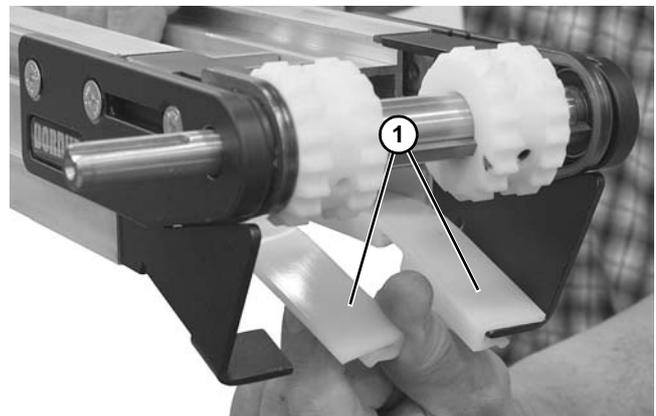

Abbildung 42
3. Untere Verschleißstreifen (Abbildung 42, Teil 1) vom Kopfantrieb abnehmen.